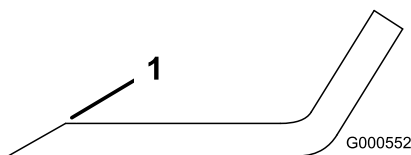

Bild 82
1. Schärfen Sie die Schnittkante an beiden Enden des Schnittmessers mit einer Feile (**Bild 82**).
Hinweis: Feilen Sie, wenn das Schnittmesser nicht ausgewuchtet ist, vom Flügelbereich des Messers etwas Metall ab (**Bild 82**).